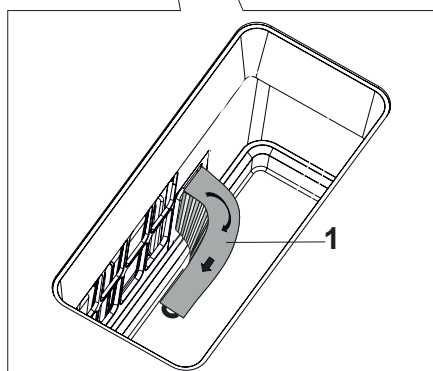

Fig. 7
3. ➡ Dra först kolfiltret åt höger och ta sedan bort det genom att vrida det mot dig (Fig. 7). Byt ut kolfiltret mot ett nytt.